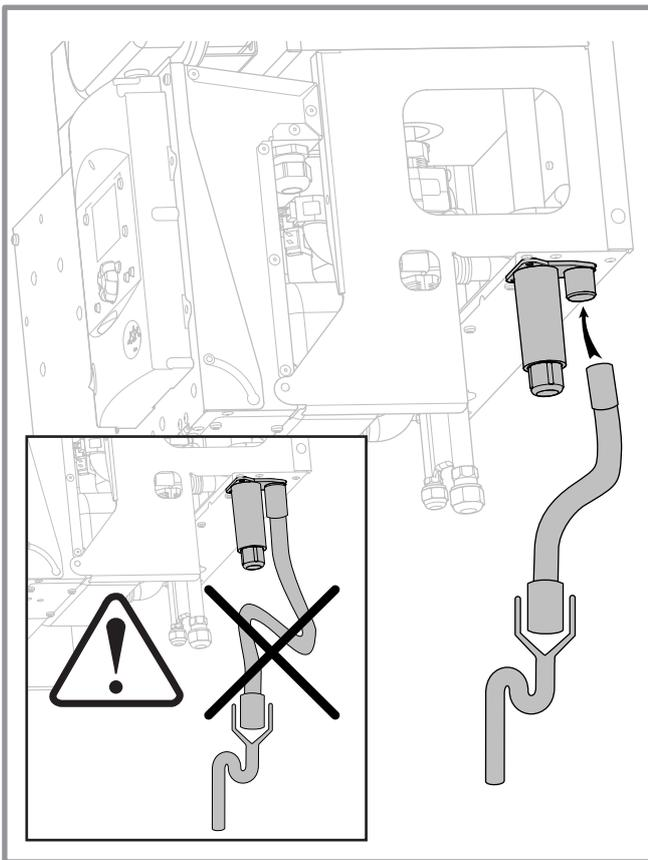

figure 36 - Raccordement du siphon
- Retirer le bouchon puis raccorder l'évacuation du siphon à l'égout. Un système de récupération de condensats est intégré à l'appareil. Il faut le raccorder à l'égout via le siphon (figure 36, page 33).